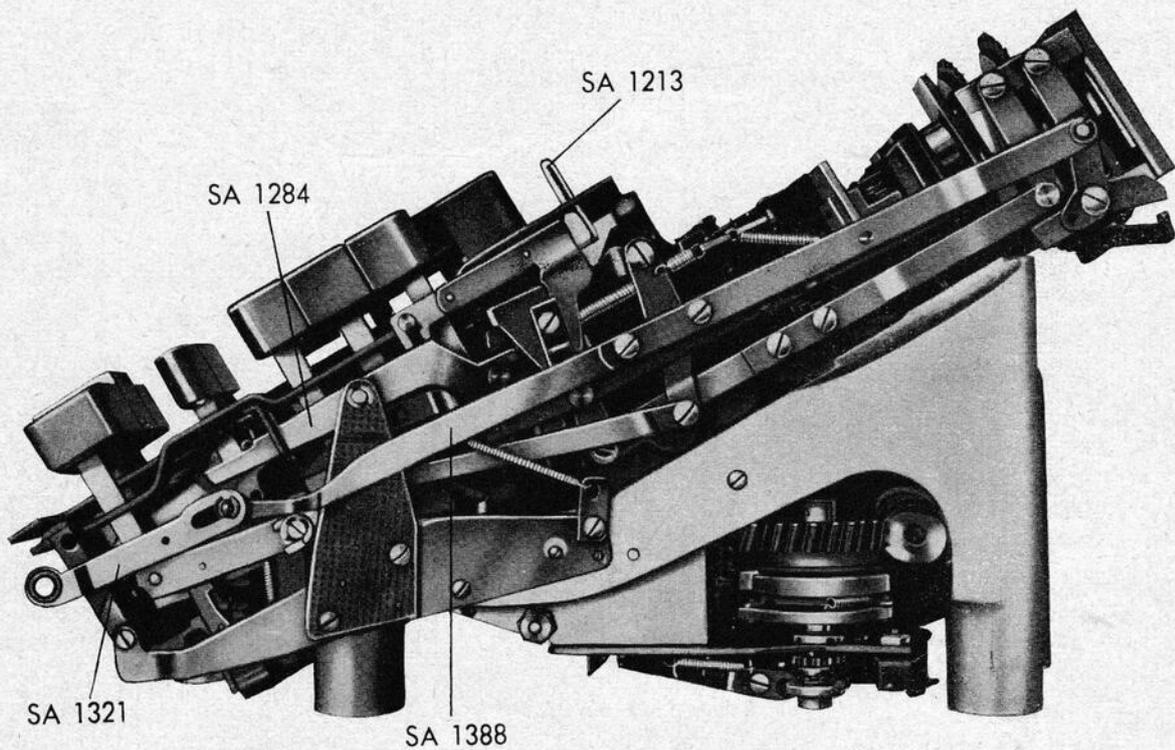

Abb. 10b
4. Durch den Bügel SA 1160 (Abb. 9) wird die Löschachse mit dem Hebel SA 1321 (Abb. 10b) verschwenkt, wodurch die Maschine zum Löschen der beiden Werke gekuppelt wird.
Durch die beiden Hebel SA 1213 (Abb. 10b) für Umdrehungswerk und SA 1214 — (9 und 10 Abb. 1) — für Produktenwerk werden in wahlweiser Schaltstellung die Zählwerke gelöscht oder abgeschaltet. In Stellung der Hebel nach unten erfolgt Löschung der Zählwerke. Die wahlweise Abschaltung wird vorwiegend bei Multiplikation und Minusmultiplikation angewandt.
Bei eingeschalteter Löschung I (Quotient) wird beim Drücken der Multiplikationstaste der Hebel SA 1388 (Abb. 10b) durch den Gabelhebel SA 1321 gehoben, dadurch wird der Zwischenhebel SA 1284 geschwenkt, welcher die Löschtaste I mit nach unten drückt und somit die Löschung des Umdrehungswerkes bewirkt. Beim Nachobenschalten des Hebels SA 1213 wird der Zwischenhebel SA 1284 mit